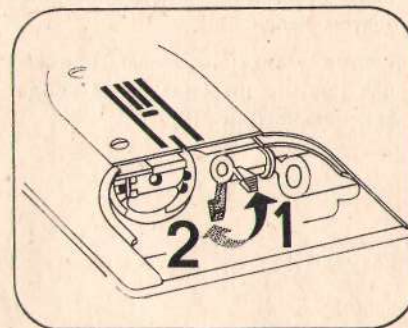

рис. 16
14. Опускание транспортёра (рис. 16)